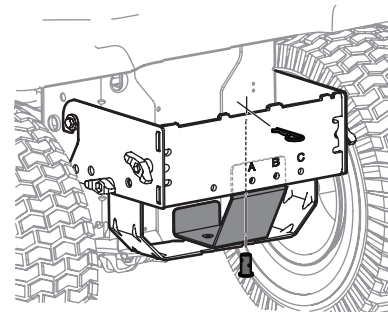

Figura 4
2. Instale la ménsula de soporte (783-08856), que se incluye con las piezas sueltas, en el conjunto de montaje como se muestra en la Figura 4. Alinee los orificios como se indica.
3. Instale el pasador de horquilla (711-0309A) del paquete de herrajes 689-02364 en el enganche del tractor, la ménsula de soporte y el conjunto de montaje, y fije con una chaveta de horquilla (714-0117). Consulte la Figura 4.
4. Instale el soporte, 785-08856, como se indica en la Figura 4, para cual debe usar el perno, la tuerca y la arandela del paquete de herrajes 689-02835. Pase por la ranura del perno, 710-0376, en el orificio A luego ubique la arandela, 736-0159, y la tuerca, 712-04063, en el perno desde el interior del enganche.